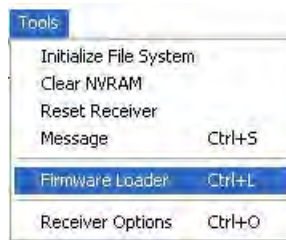

Рисунок 57. Tools->Firmware Loader
4. Нажмите *Tools* ► *Firmware loader* (Рис. 57).